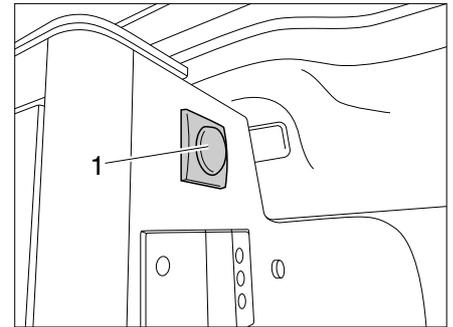
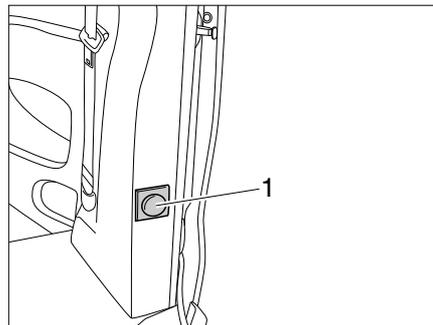

Bild 39 Wechselschalter am Einbauschränk
Bild 40 Wechselschalter am Einstieg
- Alle LED-Lichtleisten an einem der beiden Wechselschalter (Bild 39,1 oder Bild 40,1) ein-/ ausschalten.